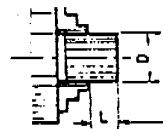

Figura 3
1. Se debe dejar fuera del plato una longitud L menor o igual a 3 diámetros del material (Figura 3).